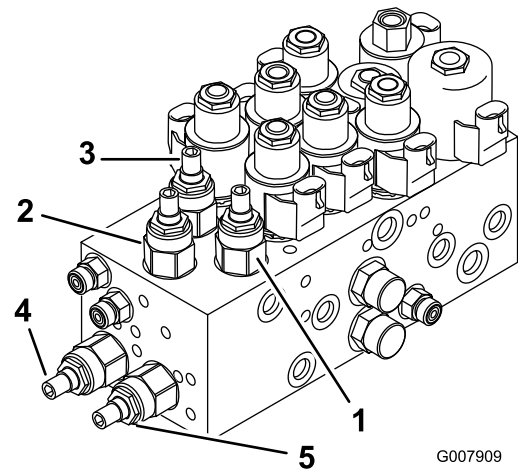
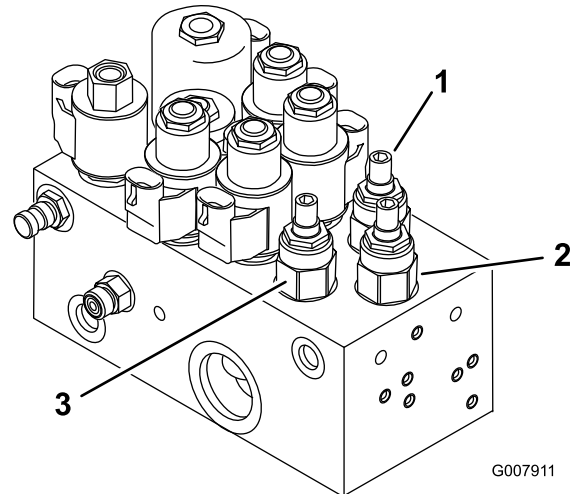

Figura 85
Figura 86
1. Localize as válvulas, no colector de elevação, para ajustar a(s) unidade(s) de corte desejada(s) (Ver tabela e Figura 85 e Figura 86).